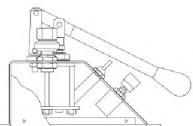

Рис. 1 – стр. 3
Ежедневное техническое обслуживание: произведите внешний осмотр, очистите от загрязнений и пыли сухой чистой ветошью. Проверте наличие смазки на поверхности штока 9 (рис. 1) и в шарнирных соединениях 10. При её отсутствие или недостаточном количестве произвести смазывание соединений 10 консистентной смазкой ЛИТОЛ – 24 ГОСТ 21150-87, а поверхность штока 9 консистентной силиконовой смазкой (не аэрозоль).
- открутите винты 12 (рис. 1) и осторожно снимите нижнюю крышку 2;